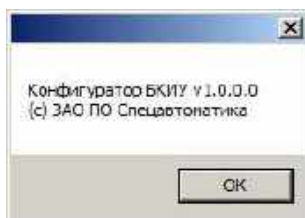

Рисунок 8.6 – Окно «О программе Конфигуратор БКИУ»
8.6 В меню **«Справка»**, при нажатии на **«О программе Конфигуратор БКиУ»**, откроется окно с информацией (рисунок 8.6).